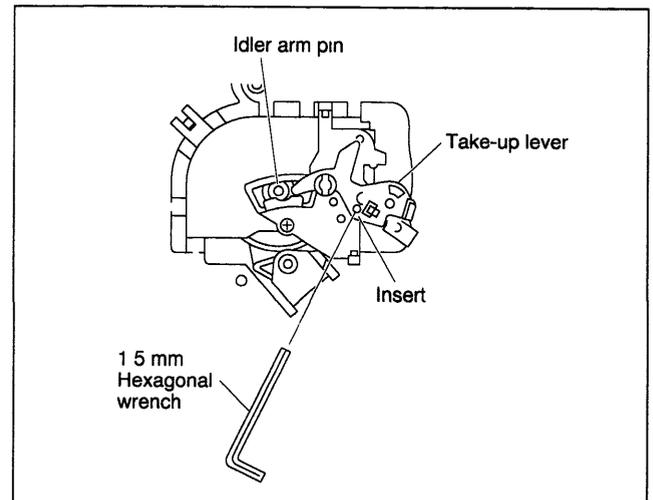
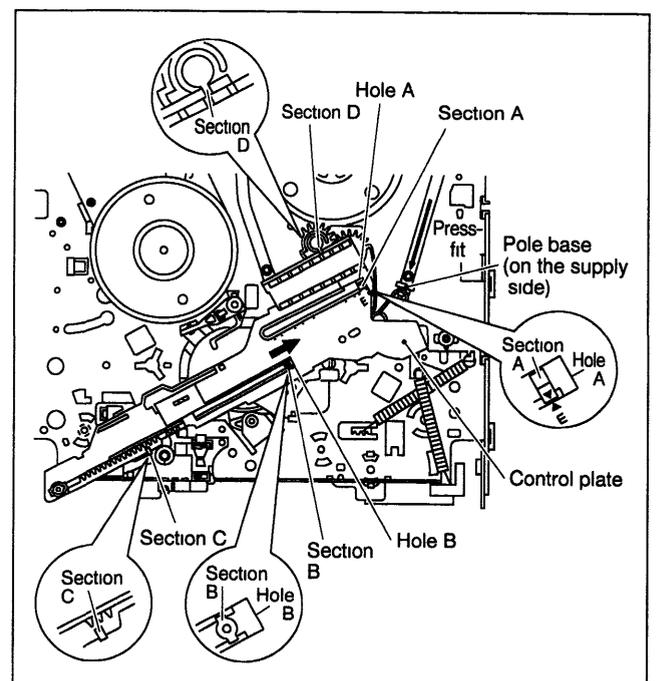

Fig. 2-2-24
Fig. 2-2-25
- (1) Ajuste a posição do pino da engrenagem de transmissão como indicado na Fig. 2-2-24.
- (2) Posicione o furo da alavanca take-up (take-up lever) alinhando com o furo da placa de controle e fixe a posição com uma chave de 1,5 mm (allen)
- (3) Fixe o poste montado (pole base assy) (no lado Supply) como indicado pela seta e instale a placa de controle de modo que a seção A da engrenagem do braço de carregamento encaixe no furo (A) da placa de controle, seção B do guia da placa de controle (control plate guide) no furo (B), e a placa de controle (embaixo da seção C do guia do encoder rotativo (rotary encoder guide) e da seção D do braço de carregamento (loading arm gear) (take-up) Então deslize a placa de controle na direção da seta (Veja Fig 2-2-25).
- (4) Faça com que a marca E da placa de controle esteja alinhada com a marca ▼ no eixo da engrenagem do braço de carregamento (loading arm gear shaft) (Veja Fig 2-2-25)
- (5) Retire a chave hexagonal (allen) para posicionamento.